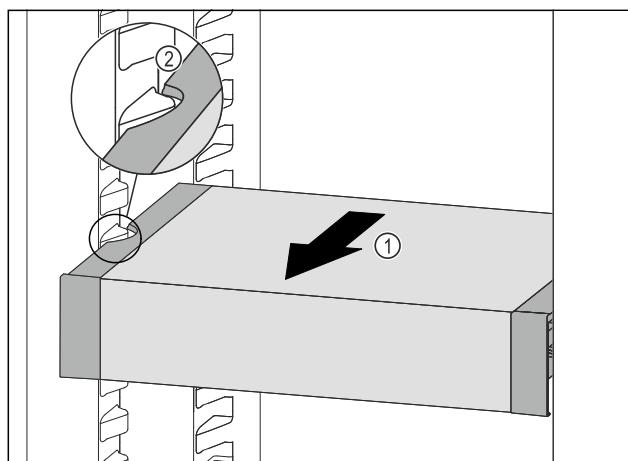

Fig. 131
- ▶ Изтеглете VarioSafe напред Fig. 131 (1), докато страничните прорези на VarioSafe се намират на височината на реброто на съда в хладилната част. Fig. 131 (2)